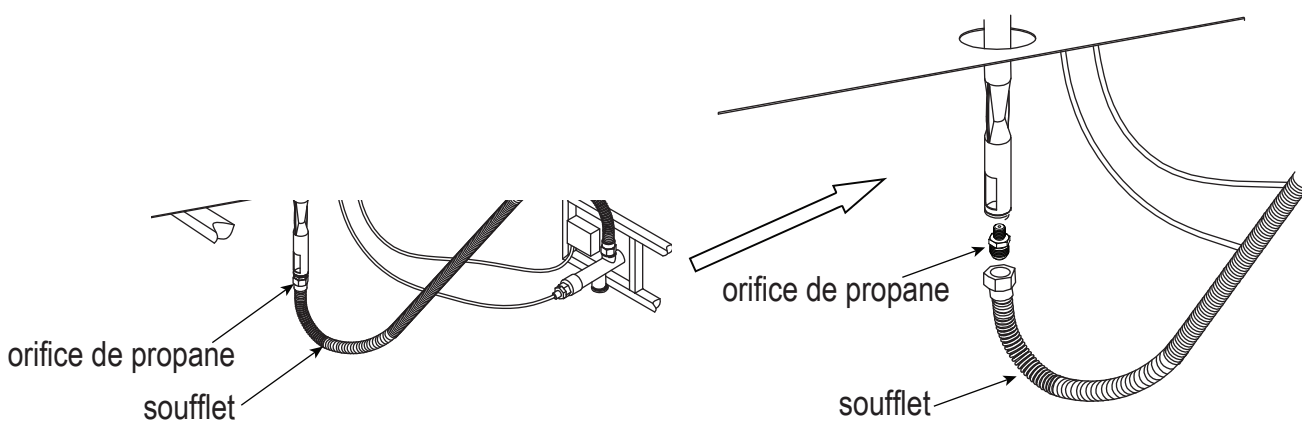

Figure 10
2. Dévissez et déconnectez l'orifice de propane du soufflet (voir Figure 10). L'orifice de propane (diamètre de 2,21 mm) est marqué d'une peinture rouge.